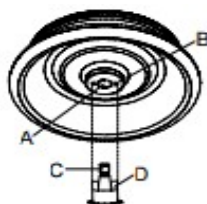

Figura 3: Rotor da centrífuga Hettich Zentrifugen, modelo MIKRO 220R
6.5.1 Limpar o eixo do motor (C) (Figura 3) e o orifício do rotor (A) e lubrificar ligeiramente o eixo do motor. As partículas de sujeira localizadas entre o eixo do motor e o rotor dificultam um assento perfeito;